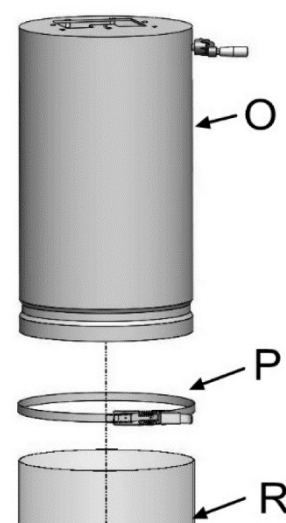

Рисунок 7.
Прикрепите мешок для отходов (R) к корпусу фильтра (O) при помощи зажима мешка (P), рис. 7.
- ослабить зажим (P) мешка (R) (рис. 7);